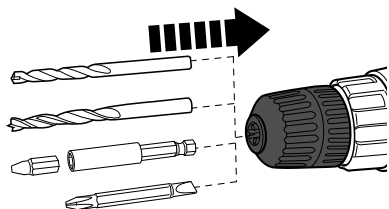

Fig. 2
2. Insérer la mèche jusqu'à la butée (Fig. 2). Si vous utilisez un peu de 25 mm, insérer la fiche un porte-embout.